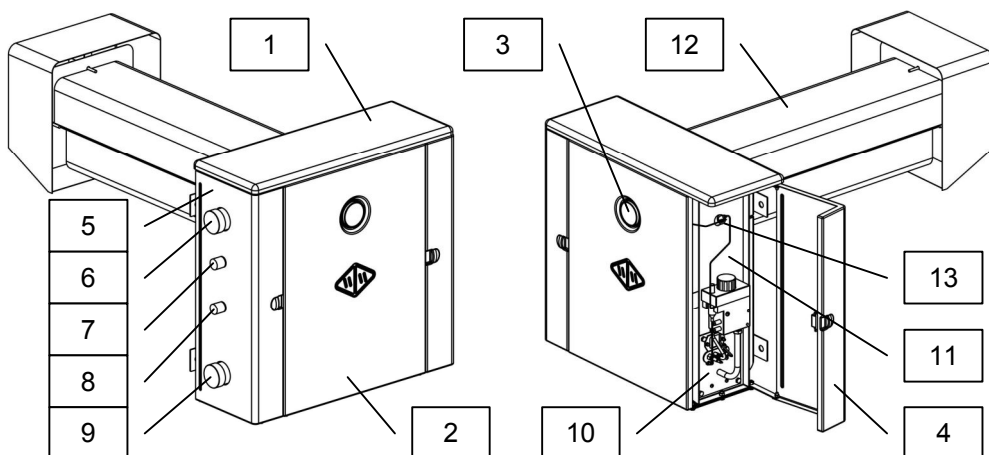
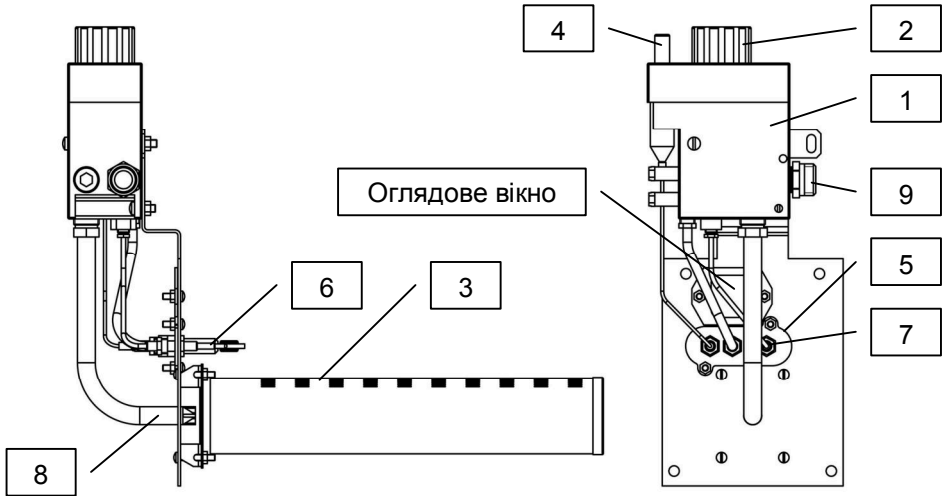
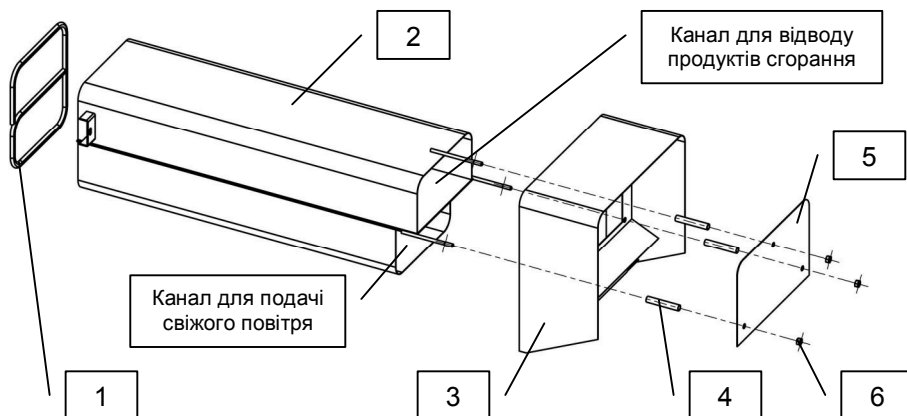

Рис.1 – будова апарата
Рис.2 – газопальниковий пристрій апарата
Рис.3 – вітрозахист апарата
При засміченні отвору ежектора рис.2, поз.8, що подає газ в основний палець, необхідно, при вимкненій автоматиці перекрити подачу газу до апарата, від'єднати газову магістраль і демонтувати газогорілочний пристрій (рис.2). Потім зняти основний палець рис.2, поз.3. і м'якою проволокою $d = 1\text{ мм}$. прочистити отвір в ежекторі не порушуючи при цьому його діаметра. Збірку зробити в зворотній послідовності.
- встановлювати трубу поз.12, рис.1 поблизу джерел відкритого вогню;
5.1 Апарат виконаний у вигляді навісної настінної шафи, бічна сторона якої з правого (у апарата правого виконання) або лівого боку (у апарата лівого виконання) закрита дверцятами, яка відкривається та забезпечує доступ до газопальникового пристрою, призначеному для запуску і зупинки апарата, а також, управління режимами опалення. В апаратах АКГВ всередині теплообмінника додатково встановлено мідний змійовик для забезпечення гарячим водопостачанням (ГВП). Основні частини апарата представлені на рис.1.
5.2 Газопальниковий пристрій апарата (рис.1, поз.10) - рис.2, призначений для подачі газу до основного і запального пальників, регулювання температури води в контурі опалення, а також, автоматичного відключення газу при:
5.3 Управління апаратом здійснюється за допомогою кнопок, розташованих на автоматичі «EUROSIT 630»: кнопки п'єзорозпалу - рис.2, поз. 4 і ручки - кнопки терморегулятора рис.2, поз. 2.
5.4 Вітрозахист апарата (рис.1, поз.12) - рис.3, призначений для підведення свіжого повітря в камеру згоряння апарата, відведення продуктів згоряння і забезпечення стійкої роботи апарата при поривах вітру.
5.5 Верхня кришка облицювання апарата рис.4, поз.1 (рис.1, поз.1) встановлена на 2-х захватах рис.4, поз.2, які входять в зачеплення з кронштейнами поз.3 кріплення передньої облицювальної панелі рис.1, поз.2 і 2-х фіксаторів положення рис.4, поз.4, які вставлені в пази кронштейнів поз.5.
6.11 В стакан в верхній частині бічної стінки апарата необхідно залити веретенне масло, не виймаючи при цьому термобалони від автоматики і термометра рис.1, поз.13, вставлених в нього. Рівень масла, в процесі експлуатації, необхідно контролювати не рідше 1 разу на місяць і при необхідності доливати.
7.2 Для включення апарата необхідно відкрити газовий кран на газопроводі. Починаючи з позиції Виключено «•», поверніть ручку терморегулятора (поз.2, рис.2) в позицію розпалювання «*». Натисніть і утримуйте ручку терморегулятора після чого натискайте на кнопку п'єзорозпалу до тих пір, поки від іскри не займеться розпалювальний факел. Після загоряння утримуйте ручку терморегулятора протягом 20 ... 30 секунд. Відпустіть ручку терморегулятора і перевірте, що розпалювальний факел залишився горіти. Якщо він погас, повторити операцію знову до появи стійкого полум'я. Поверніть ручку терморегулятора на відмітку, що відповідає необхідній температурі, після чого повинен спалахнути основний пальник. Для того, щоб завжди горів тільки розпалювальний факел, поверніть ручку терморегулятора з позиції обраної температури в позицію розпалювання «*».
7.3 У випадку несправності п'єзорозпалу, необхідно зняти скло оглядового вікна (рис.2) і запалити запальний пальник (поз.5, рис.2) іншими засобами.